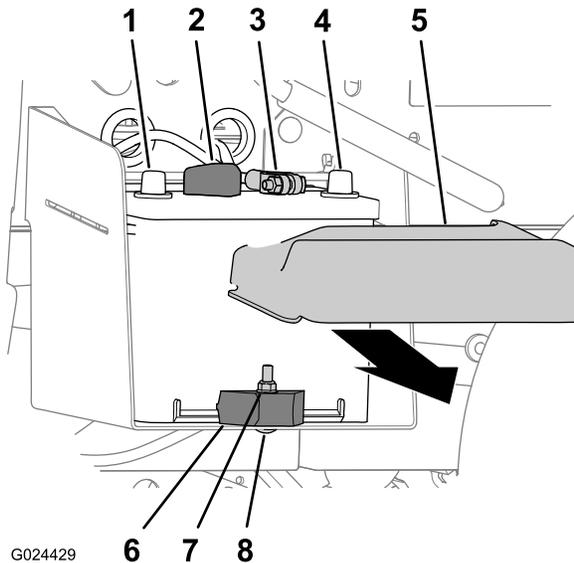

Bild 36
1. Drücken Sie die Seiten der Batterieabdeckung zusammen und nehmen Sie die Abdeckung von der Batterieoberseite ab (Bild 36).
2. Trennen Sie das Minuskabel der Batterie vom Batteriepol ab (Bild 36).
3. Trennen Sie das Pluskabel der Batterie vom Batteriepol ab (Bild 36).
denen die Batterie am Batteriefach befestigt ist (Bild 36).
3. Nehmen Sie die Batterie aus dem Batteriefach (Bild 36).
1. Fluchten Sie die Batterie mit dem Batteriefach der Maschine aus (Bild 36).
Hinweis: Stellen Sie sicher, dass die Plus- und Minuspol der Batterie so ausgefluchtet sind, wie in Bild 36 abgebildet.
2. Befestigen Sie die Batterie mit der Batterieklemme, der Schlossschraube und Sicherungsmutter am Batteriefach (Bild 36).
1. Schließen Sie das Pluskabel am Batteriepol an (Bild 36).
2. Schließen Sie das Minuskabel am Batteriepol an (Bild 36).
3. Setzen Sie die Batterieabdeckung oben an der Batterie auf (Bild 36).